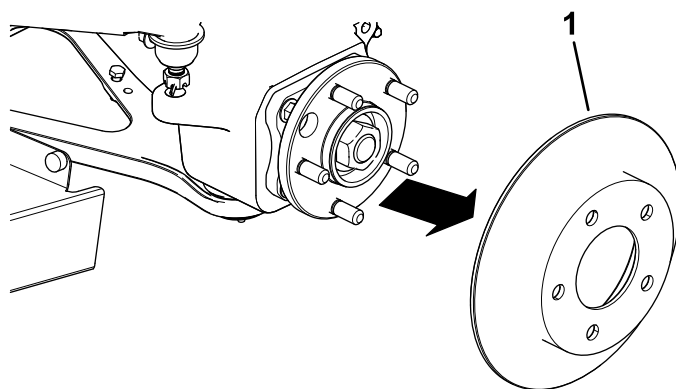

**Рисунок 5**
5. Отсоедините переднюю и заднюю тормозные трубки от главного цилиндра (Рисунок 5).
3. Подсоедините переднюю и заднюю тормозные трубки к главному цилиндру (Рисунок 5).